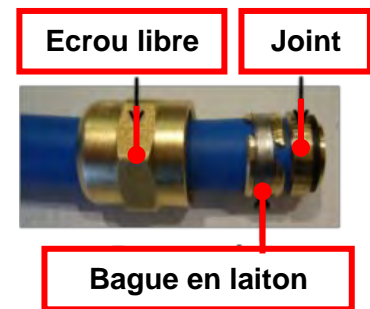

Figure 16 : Raccordement PE arrivée d'eau
- Vissez le joint d'étanchéité en bout de PE (Figure 16)